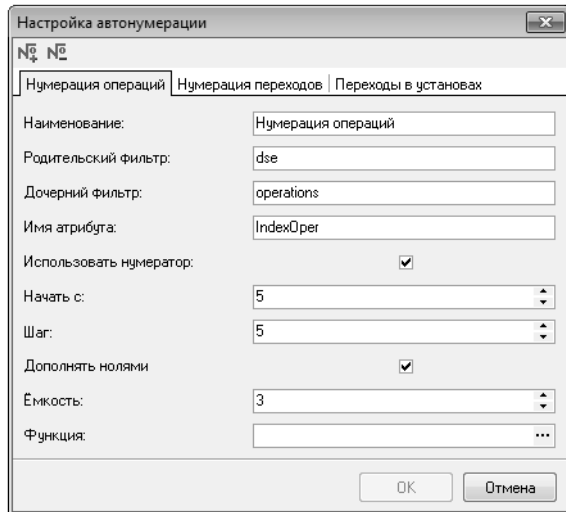

Рис. 2.4.
- 2.2. В появившемся диалоге (рис. 2.4) выберите вкладку **Нумерация операций**, **Нумерация переходов** или **Переходы в установках**;